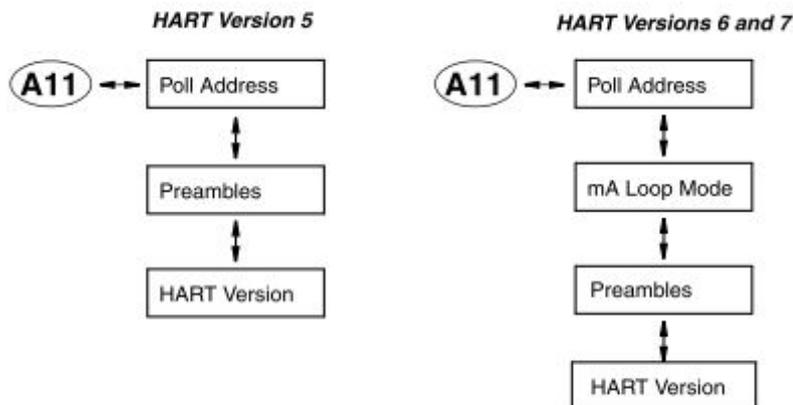

図 27
- ・「7. 設定の確認及び変更」を参照頂き、HART 設定内容を下記の図 27 フローを参照して設定下さい。